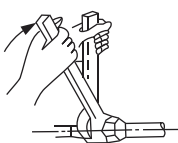

Рис. 5-4
- Затяните гайку при помощи гаечного и динамометрического ключей (см. Рис. 5-4)
- При подсоединении трубопровода хладагента всегда используйте для затяжки или ослабления гаек два ключа (см. Рис. 5-4). В противном случае вы можете повредить соединение, что приведет к утечкам.